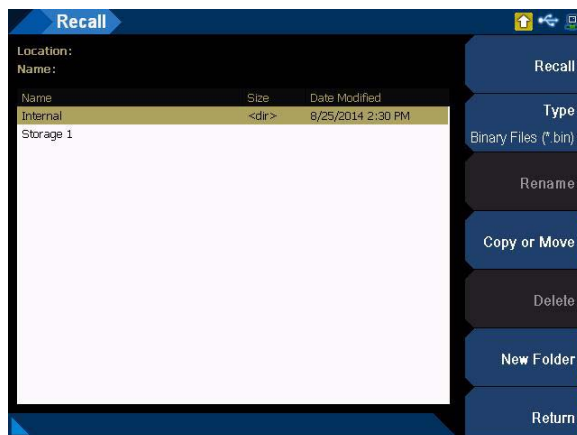

図 1-7 [Recall] メニュー・ページ
- 6 アップデートするファームウェア・ファイルを選択し、[Recall] ソフトキーを押します (図 1-7 を参照)。[\[Recall\] メニュー・ページ](#)の詳細については、「Recall」(ページ) 87 を参照してください。